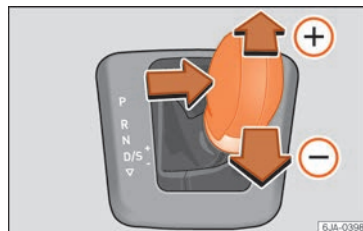

Fig. 218 Palanca selectora: Tiptronic.
- Empuje suavemente la palanca selectora hacia delante **» fig. 218.**
- Empuje suavemente la palanca selectora hacia atrás  » fig. 218.